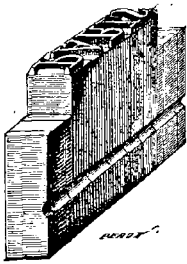

Fig. 34.
2. Arrivées à l'imprimerie, les lettres sont distribuées dans une boîte à compartiments, qu'on appelle *casse*, après quoi un ouvrier, nommé *compositeur*, les prend une à une et les assemble, en suivant un certain ordre (fig. 34) et en s'aidant d'un instrument appelé *composteur* (fig. 35), de manière à en former successivement des mots, des lignes et des paquets de lignes. A mesure que son composteur est plein, cet ouvrier en prend le